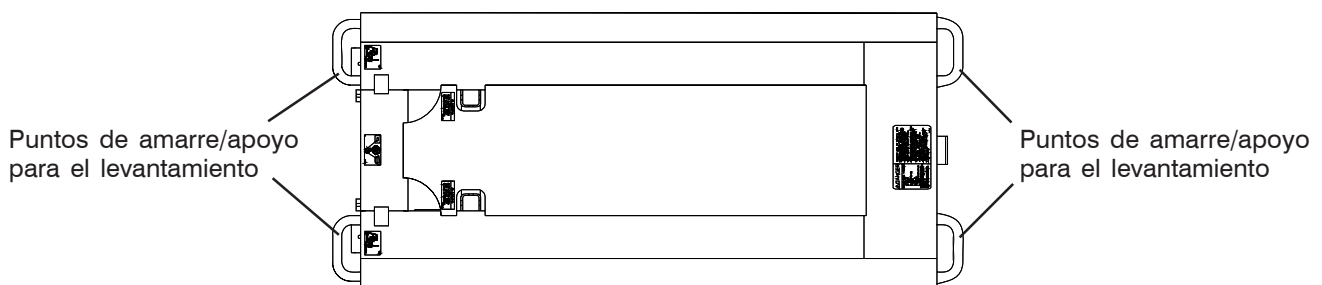

Figura 2-17. Puntos de amarre/apoyo para el levantamiento
- El elemento de levantamiento/elevación puede fijarse a los cuatro puntos de apoyo para el levantamiento tal como se muestra en la figura 2-17.
Los amarres están disponibles tal como se muestra en la figura 2-17.